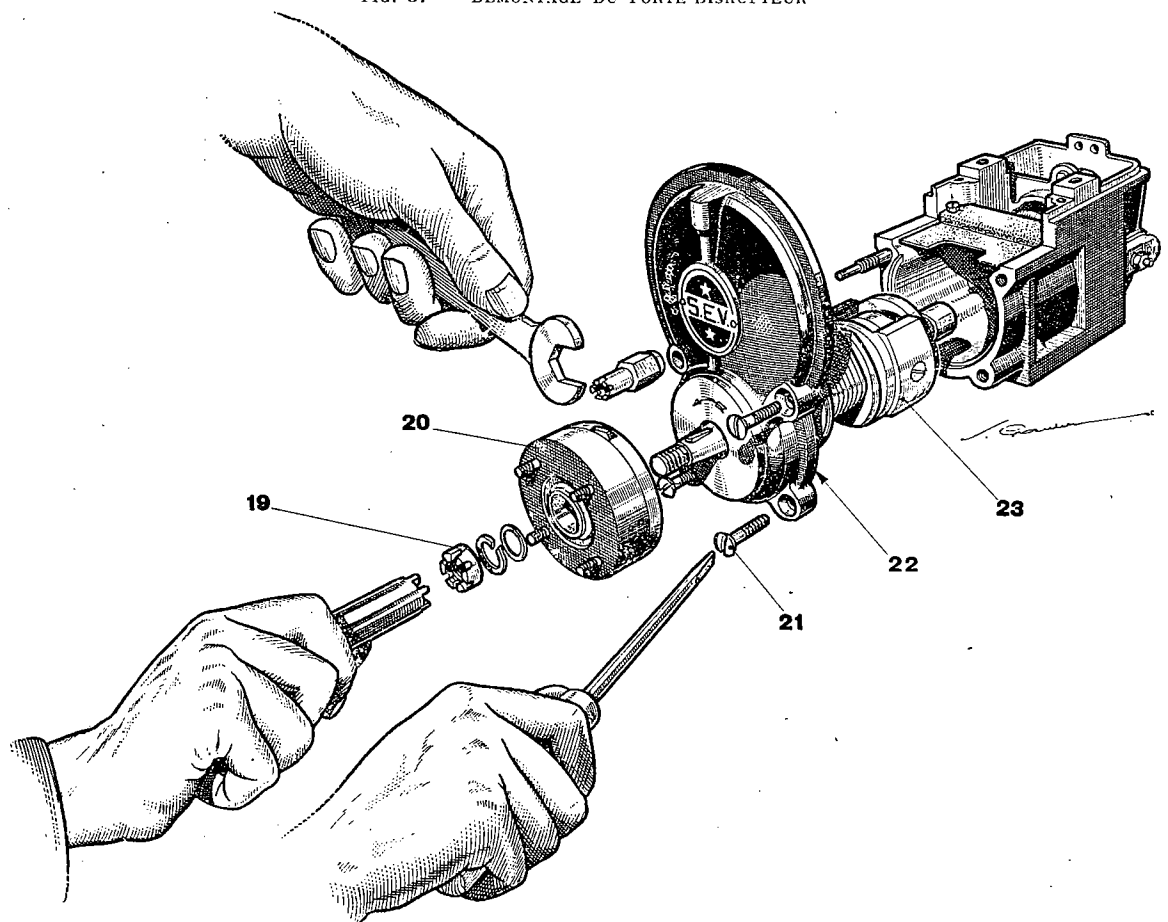

FIG. 38 — DÉMONTAGE DU DÉCLIC ET DU FLASQUE AVANT
g) **Démontage du dé clic** (fig. 38) :
- Démontez l'écrou à créneaux (19) sur l'axe de commande . . . . .
- Chasser le boîtier complet du dé clic (20) (emmanchement conique, clavette Woodruff).
### a) Démontage du flasque avant (fig. 38) :